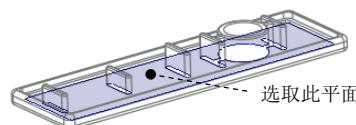

图 1.6 设置修剪平面
(1) 在“阴影曲面”对话框中双击**Clip Plane (修剪平面)**元素。
(2) 系统弹出ADD RMV REF (加入删除参考)菜单，选择该菜单中的**Add (添加)**命令。
(3) 设置修剪平面。在系统选择一修剪平面的提示下，采用“列表选取法”选取图1.6所示的模型内表面为修剪平面。